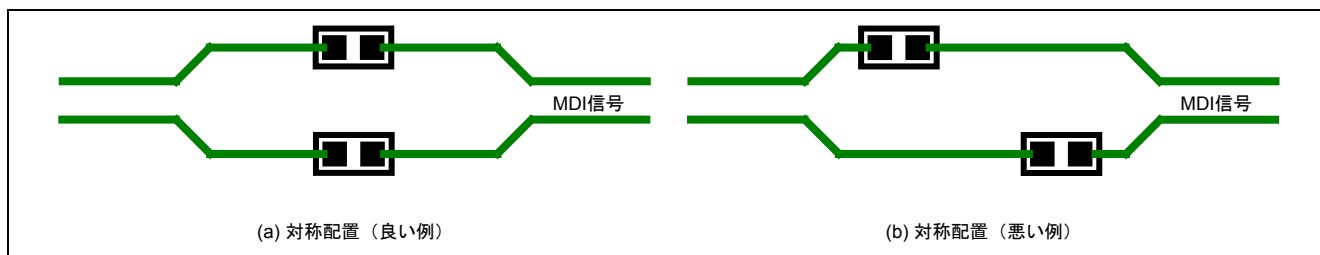

図 7 差動信号伝送路上の部品配置
- MDI 信号上の部品配置は、差動ペア間で対称となるように配置してください。(図 7 参照)